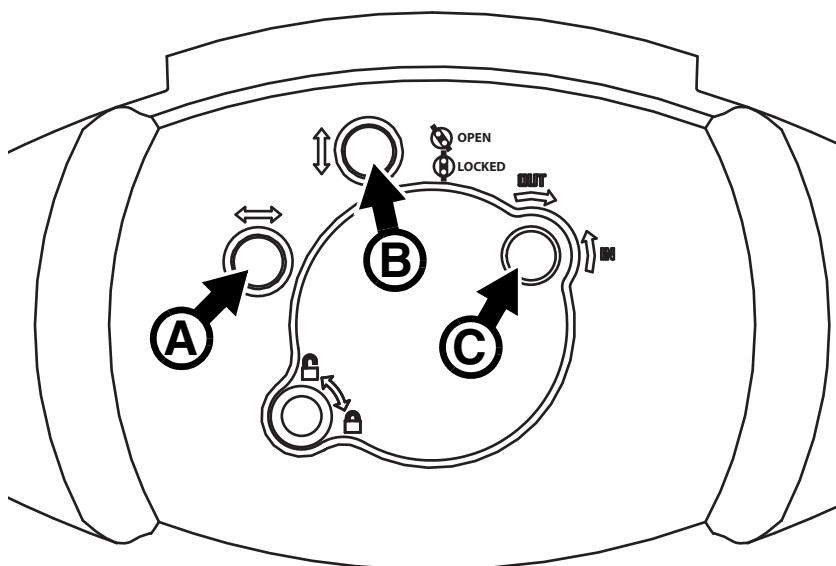

Figure 11: Réglage de la lampe
4. Voir Figure 11. Utilisez les vis Torx 20 **A**, **B** et **C** pour obtenir le faisceau le plus uniforme.